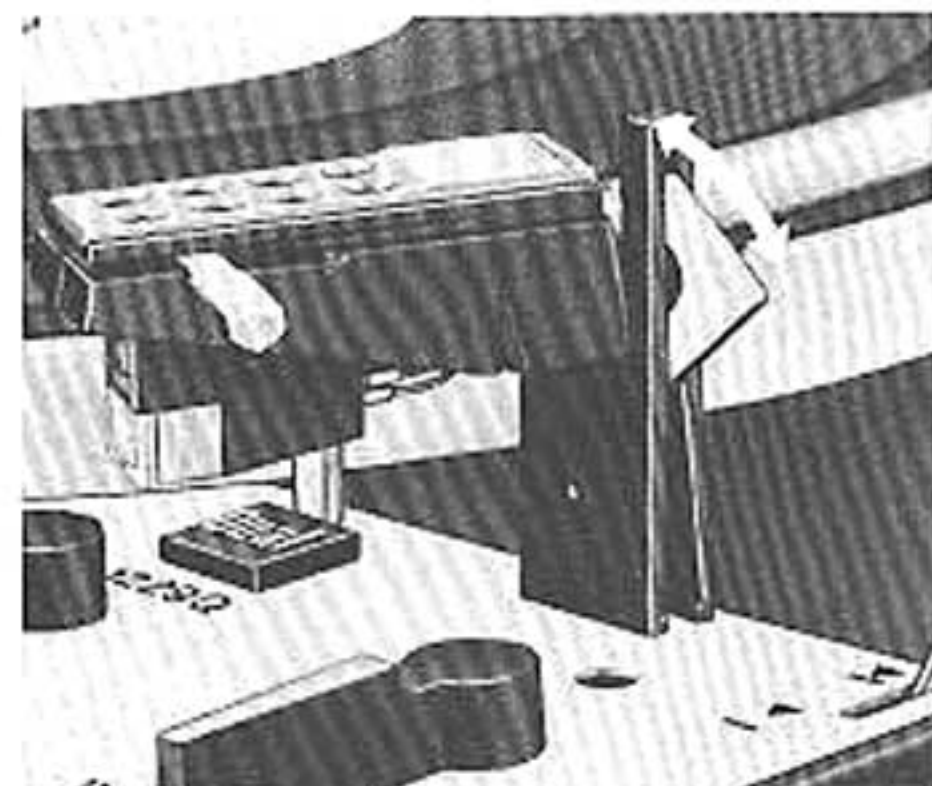

Fig. 7
Dann wählen Sie die erforderliche Plattenteller-Drehzahl ①, stellen die Drehtaste ⑳ auf den Schallplattendurchmesser (17, 25 oder 30 cm, bzw. 7, 10 oder 12) ein und entriegeln den Tonarm (Fig. 7).
Bemerkung: Nach dem Spielen der Schallplatte oder der letzten Platte eines Stapels erfolgt die Rückführung des Tonarmes und das Abschalten automatisch. Es empfiehlt sich, nach Spielende den Tonarm zu verriegeln (Fig. 7).